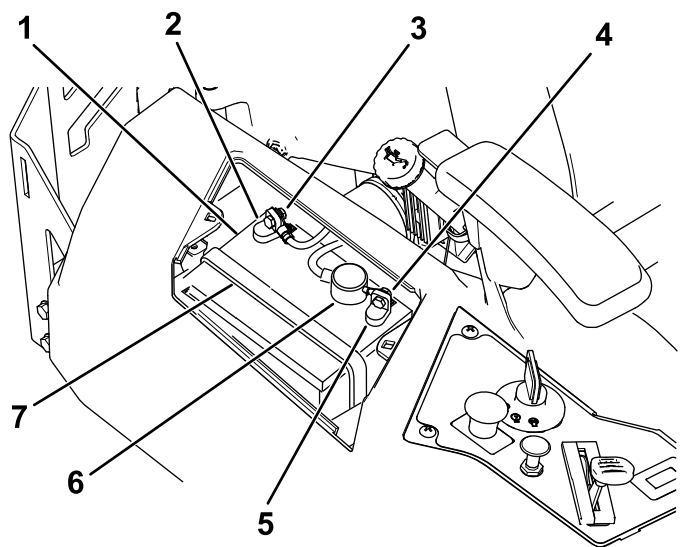

Figura 56
4. Desligue o cabo negativo (preto) do pólo da bateria (Figura 56).
6. Desligue o cabo positivo (vermelho) do pólo da bateria (Figura 56).
7. Retire o suporte da bateria (Figura 56) e levante a bateria para a retirar da respetiva plataforma.
1. Posicione a bateria no tabuleiro (Figura 56).
5. Prenda a bateria ao suporte (Figura 56).